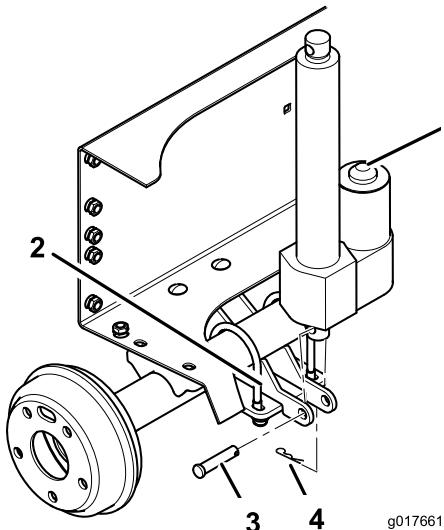

Bild 6
- Befestigen Sie das untere Ende des Hubaktuators mit einem Lastösenbolzen und einem Splint an der Hubzylinderstütze. Positionieren Sie die Teile, wie in Bild 6 dargestellt.